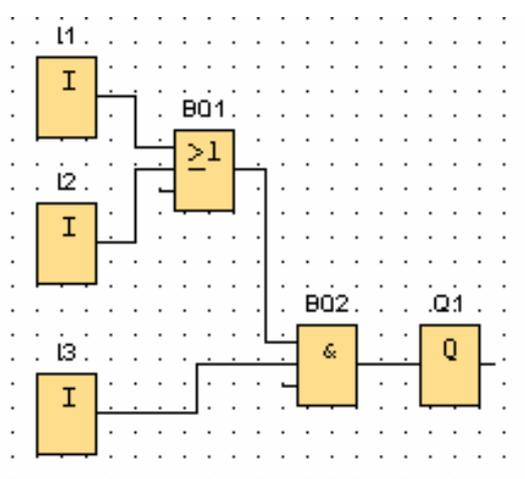

Figura 1.8 – Exemplo de programação de CLP com diagrama de blocos.
- Diagrama de Blocos - É semelhante ao circuito digital. Temos portas lógicas e blocos montados em caixas selecionáveis. Figura 1.8.